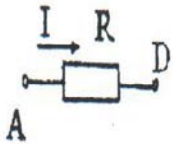

Рисунок 10 - Электрическая схема
3. Находим эквивалентное сопротивление цепи, учитывая, что $R_{AB} = R_1$, рис. 10:
3. Для схемы изображенной на рис. 10 нетрудно найти ток, потребляемый цепью, который одновременно является током неразветвленной части цепи. На основании закона Ома